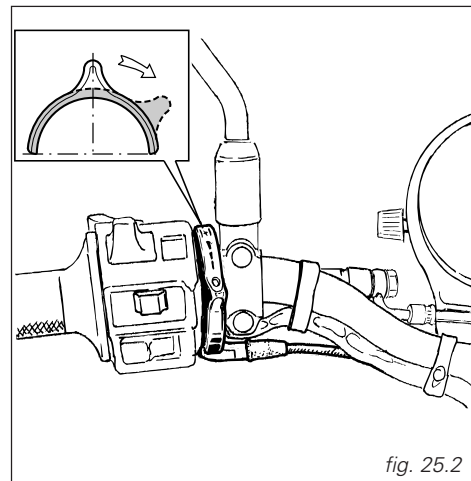

fig. 25.2
2) Spostate la leva comando starter in posizione orizzontale (fig. 25.2).
2) Move the fast-idle lever to a horizontal position (fig. 25.2).
2) Déplacez le levier de commande starter en position horizontale (fig. 25.2).
*2) Bringen Sie den Starterhebel in die waagerechte Stellung (Abb. 25.2).*